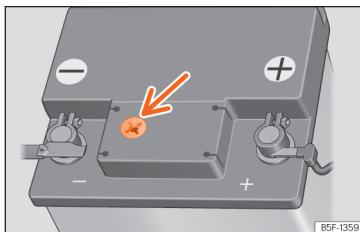

Abb. 244 Sichtfenster an der Oberseite der 12-Volt-Fahrzeugsbatterie (Prinzipdarstellung).
- Prüfen Sie die Farbanzeige im runden Sichtfenster an der Oberseite der Batterie »» » (Abb. 244).